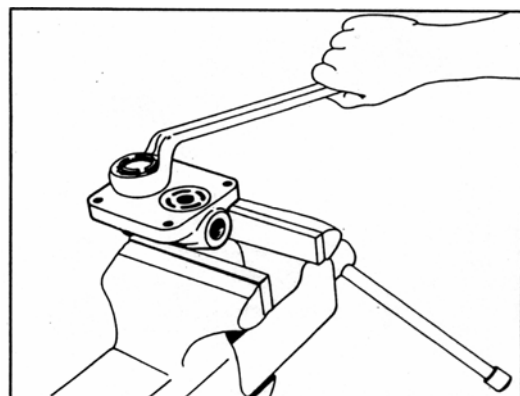

РИС. 124
- 7) Открутите гнездо нагнетательного клапана от головки цилиндра специальным инструментом и удалите его вместе с диском и пружиной клапана (рис. 124).